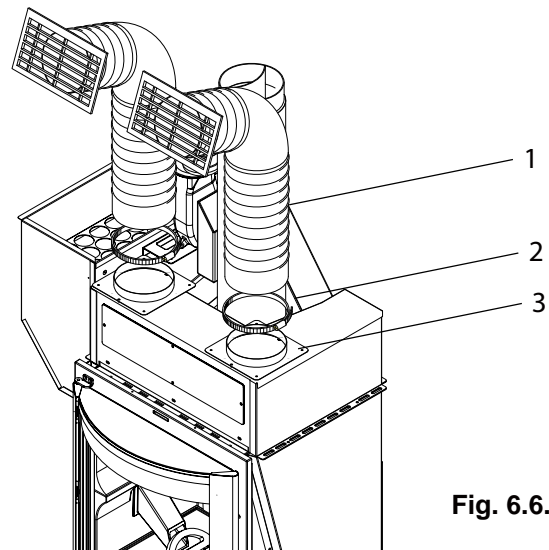

Fig. 6.6.1
Fissare il tubo (1) ai collari (3) con le fascette (2) (Fig. 6.6.1).